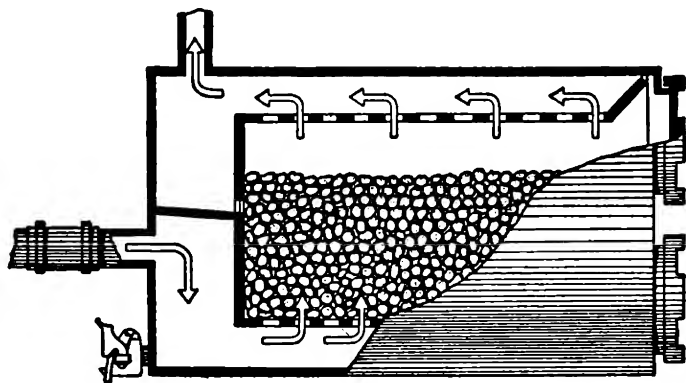
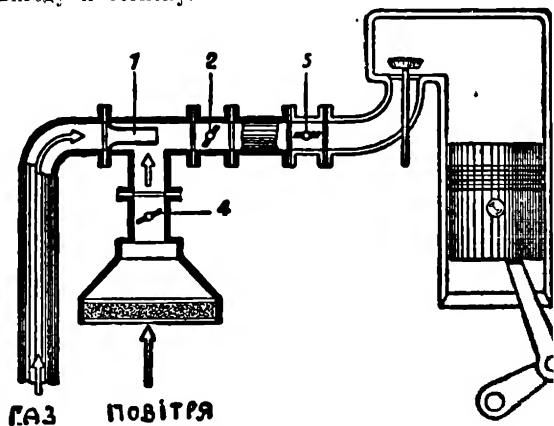

Рис. 40. Очищувач.
Рис. 41. Змішувач.
(рис. 40), вивпненого кусками корка, величини горіха. Готовий до ужитку газ йде з очищувача до змішувача (рис. 41), де змішується з повітрям, а звідси — до мотору. Повітря доходить до змішувача через очищувач повітря, а його кількість регулюється прислоною (4) рис. 41. Прислони (4) і (2) служать до зміни відношення скілько-сти газу до повітря і урухомлюються при допомозі двох малих важі-